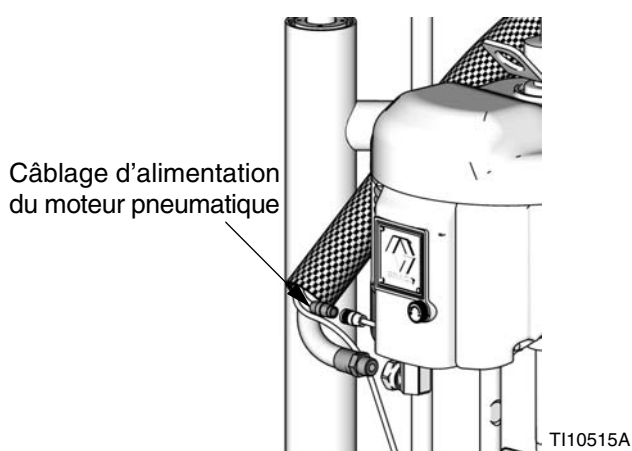
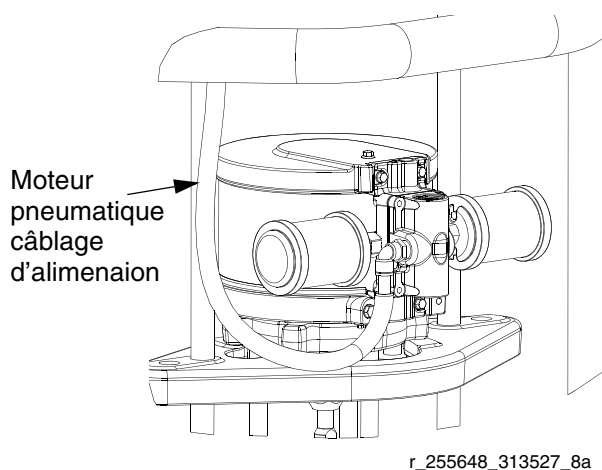
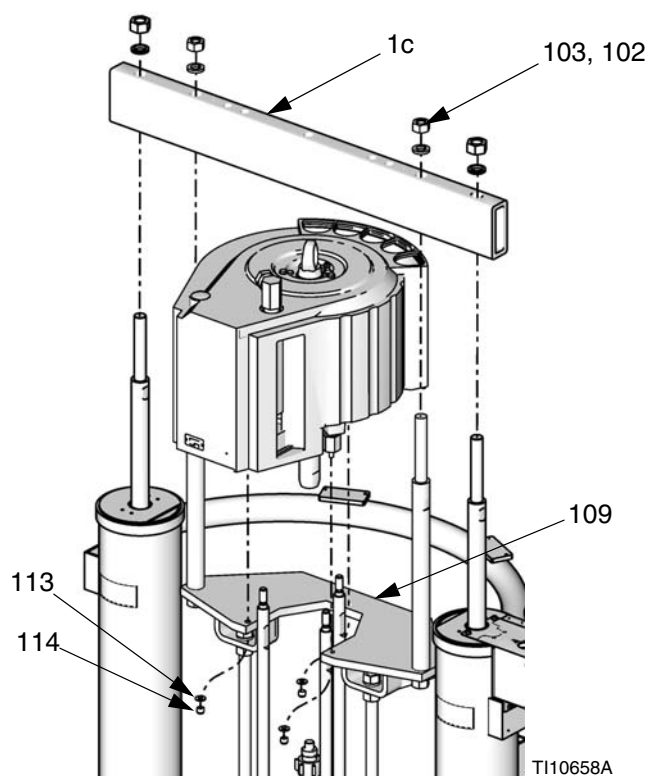

FIG.21 : Câblage d'alimentation du moteur pneumatique NXT 2200-6500
FIG.22 : Câblage d'alimentation du moteur pneumatique NXT 200-1800
FIG.28 : Moteurs pneumatiques Premier
3. Branchez le flexible d'air sur le moteur. Si vous utilisez une boîte de contrôle à distance DataTrack, branchez les raccordements électriques sur le moteur pneumatique. Voir FIG.21 FIG.22 sur la page 25.
1. A l'aide d'un appareil de levage, abaissez le moteur pneumatique sur la plaque d'assemblage (109). Voir FIG.28.
2. Fixez le moteur sur la plaque d'assemblage (109) à l'aide des écrous (114) et rondelles (113).
3. Installez le stabilisateur (1c), les écrous (103) et les rondelles (102).
5. Branchez le flexible d'air sur le moteur. Si vous utilisez une boîte de contrôle à distance DataTrack, branchez les raccordements électriques sur le moteur pneumatique. Voir FIG.21 page 25.